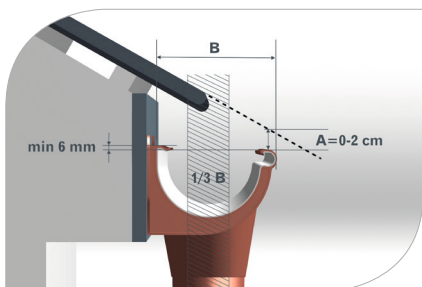

рис. 1
- 1.3 Желоб должен выступать за скат крыши, по крайней мере, на половину своего диаметра и одновременно не **может вступать за линию, являющуюся продолжением крыши (рис. 1)**